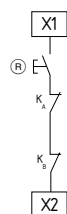

Fig. 7
**Botão Reset externo (com detecção de flanco) (ver Fig. 7)**